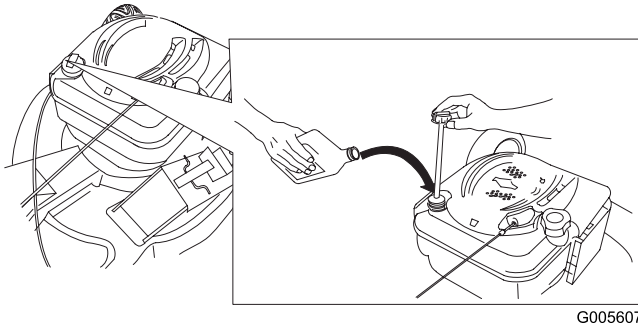

Figura 13
1. Retire la varilla, límpiela, y vuelva a colocarla (Figura 13).